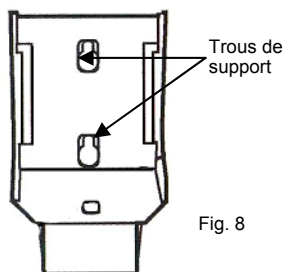

Fig. 8
5. Prenez les mesures et marquez l'emplacement de tous les trous du support. (Fig. 8)